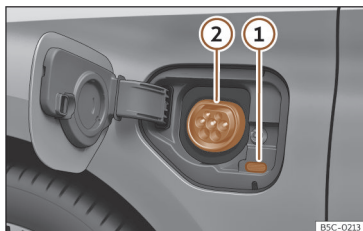

Fig. 56 Derrière le cache de charge de la batterie sur la partie avant gauche : Prise de charge.
>>> **fig. 56**
- Avec le véhicule déverrouillé, appuyez sur le cache de charge de la batterie et celui-ci s'ouvrira >>> **fig. 56.**